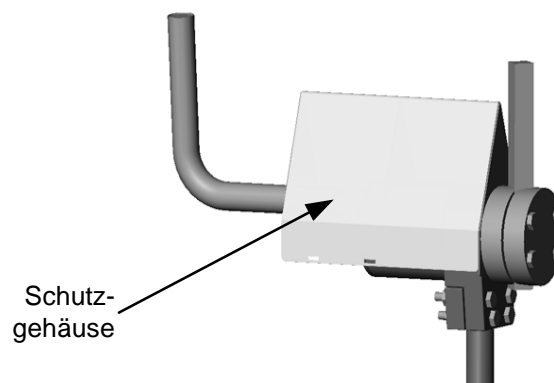

Abbildung 4: Schutzgehäuse über dem Sensorkörper
- Über dem Kopf kann ein Schutzgehäuse angebracht werden, um den Sensor vor fallenden Materialien zu schützen und unnötige Ablagerungen von Materialien am Kopf zu vermeiden (Figure 4).